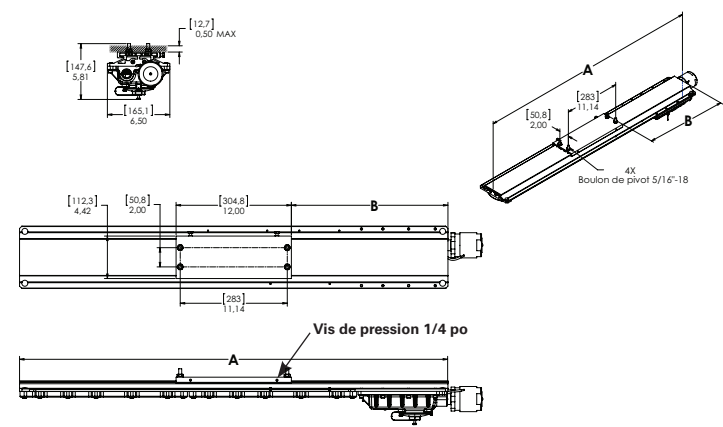

Figure 3. Montage arrière du ZP1057MTK
- 1. Pour le montage arrière, utiliser le support comme modèle pour marquer des trous et les percer, puis utiliser les boulons de 5/16 po inclus (voir la figure 3).
- 4. Placer les quatre (4) boulons de 5/16 po sur la plaque de montage et les visser uniformément au support. Le couple de vissage minimum requis est de 138 po lb (15,6 N.m.)
- 7. Serrer à fond les quatre (4) vis de pression de 1/4 po sur le support coulissant. Visser au couple de 78 po-lb (8,8 N.m).